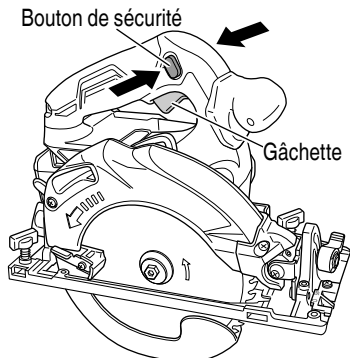

Fig. 20
3. Utilisation du commutateur (Fig. 20) (gâchette et commutateur d'éclairage)
Il est possible de vérifier la puissance batterie en enclenchant le commutateur pour allumer en rouge le témoin lumineux de puissance batterie. (Fig. 20)